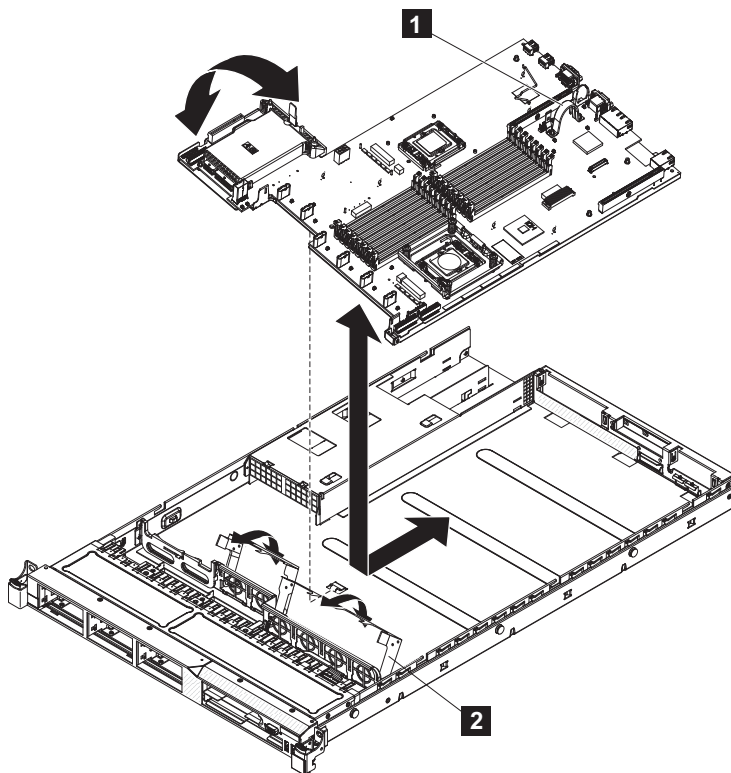

Figura 325. Removendo e substituindo a placa-mãe do SAN Volume Controller 2145-CG8 ou 2145-CF8
2. Coloque o lado do conjunto da placa-mãe que está mais distante das unidades de fonte de alimentação abaixo das capturas. Abaixo o lado oposto da placa-mãe até que ele esteja apoiado no chassi. Alinhe os conectores traseiros com os orifícios na parte traseira do servidor e deslize a placa-mãe em direção à parte traseira do nó, conforme mostrado na Figura 325 na página 410.